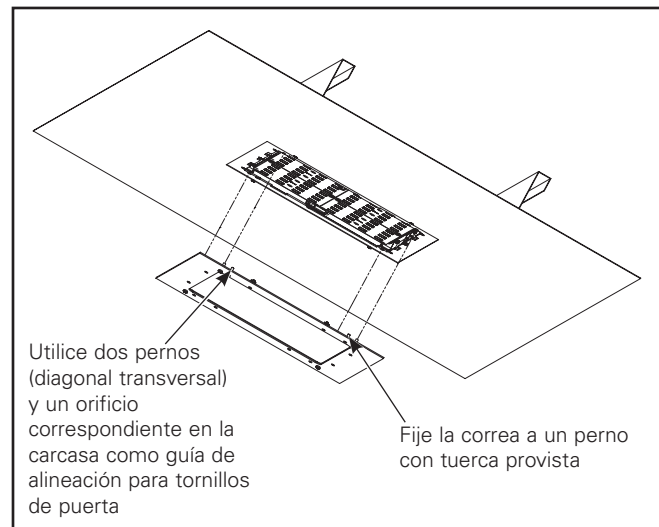

Figura 6.
15. Fije la correa a la puerta desatornillando la tuerca de la puerta, colocando la correa en el perno y apriete la tuerca nuevamente (Figura 6).
16. Atornille la puerta en la luminaria mientras se asegura de que la correa no quede atrapada en la junta y apriete los cuatro tornillos de la puerta (use dos pernos diagonales como guía para ubicar los tornillos de la puerta (Figura 6). Asegúrese de que los tornillos estén completamente apretados (par de torsión de 15 pulg. lb.).
17. Fije la correa a la puerta desatornillando la tuerca de la puerta, colocando la correa en el perno y apriete la tuerca nuevamente (Figura 6).
18. Atornille la puerta en la luminaria mientras se asegura de que la correa no quede atrapada en la junta y apriete los cuatro tornillos de la puerta (use dos pernos diagonales como guía para ubicar los tornillos de la puerta (Figura 6). Asegúrese de que los tornillos estén bien apretados (par de torsión: 15 pulg. lbs.).